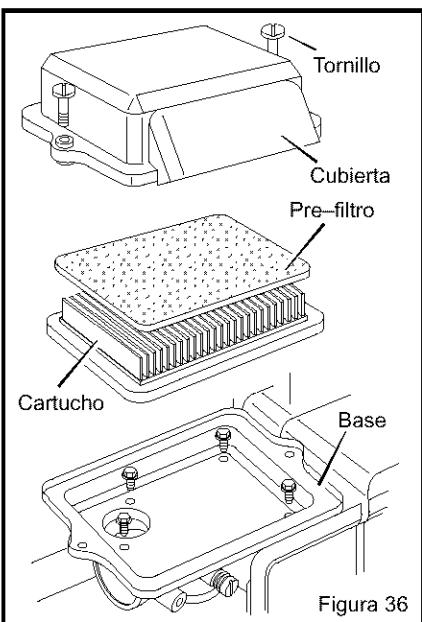

Figura 36
2. Afloje los **tornillos** y quite la **cubierta** (Figura 36.)